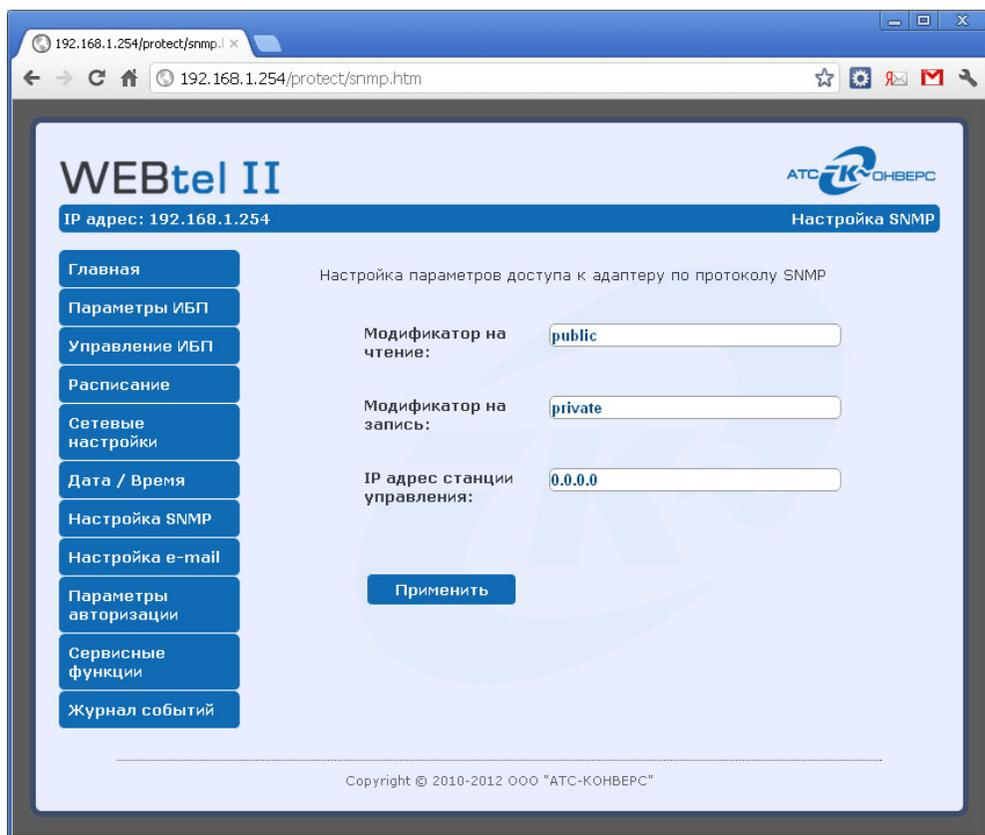

Рисунок 10 - Страница настройки параметров SNMP
5.8.1. Вход на страницу настройки параметров SNMP (рисунок 10) защищен паролем, аналогично п. 5.3.